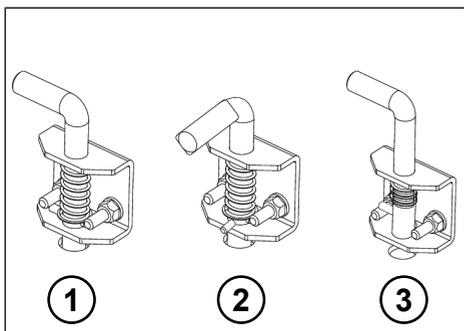

Fig. 8-67: Posições de bloqueio do pino de fixação
- ▶ Coloque os pinos de fixação na viga transversal na posição 2 (ver "Fig. 8-67: Posições de bloqueio do pino de fixação", p. 176).
- ▶ Coloque os pinos de fixação na posição 1 (ver "Fig. 8-67: Posições de bloqueio do pino de fixação", p. 176).
- ▶ Coloque os pinos de fixação para os furos na viga transversal na posição 2 (ver "Fig. 8-67: Posições de bloqueio do pino de fixação", p. 176).
- ▶ Coloque os pinos de fixação para os fieuros na posição 3 (ver "Fig. 8-67: Posições de bloqueio do pino de fixação", p. 176), de modo a que os fieuros se encontram no batente da viga transversal.
- ▶ Coloque os pinos de fixação para os fieuros na posição 1 (ver "Fig. 8-67: Posições de bloqueio do pino de fixação", p. 176).
- ▶ Coloque os pinos de fixação para os fieuros na posição 3 (ver "Fig. 8-67: Posições de bloqueio do pino de fixação", p. 176).
- ▶ Coloque os dois pinos de fixação na viga transversal na posição 3 (ver "Fig. 8-67: Posições de bloqueio do pino de fixação", p. 176).